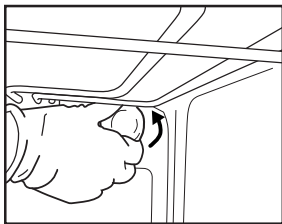

Fig. 6
2. Dévissez le capot de l'ampoule (Fig. 6), remplacez l'ampoule brûlée par une ampoule neuve (voir Remarque pour connaître le type), puis revissez le capot de l'ampoule.